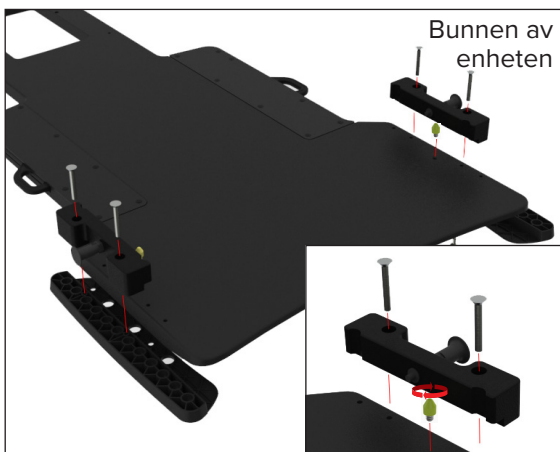

Fig. 2
2. Installer plasseringsadapteren for gul konus direkte på bunnen av enheten (installer én på hver side). (Fig. 2 og 2a)